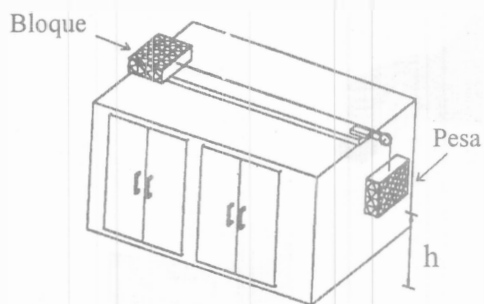

Figura 1
I.3 Acorde con el arreglo que muestra la figura 1, coloque el bloque de madera justo antes de ser detectado por el sensor óptico y con la pesa fija mida la distancia h , así como la distancia de dos franjas sucesivas de la placa de acrílico l .